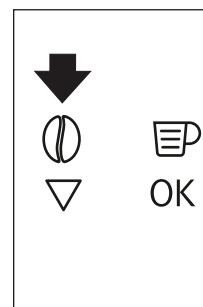

Fig. 15
- ▶ Pulse el icono ☉ (B4) (Fig. 15) y seleccione la función de café premolido.